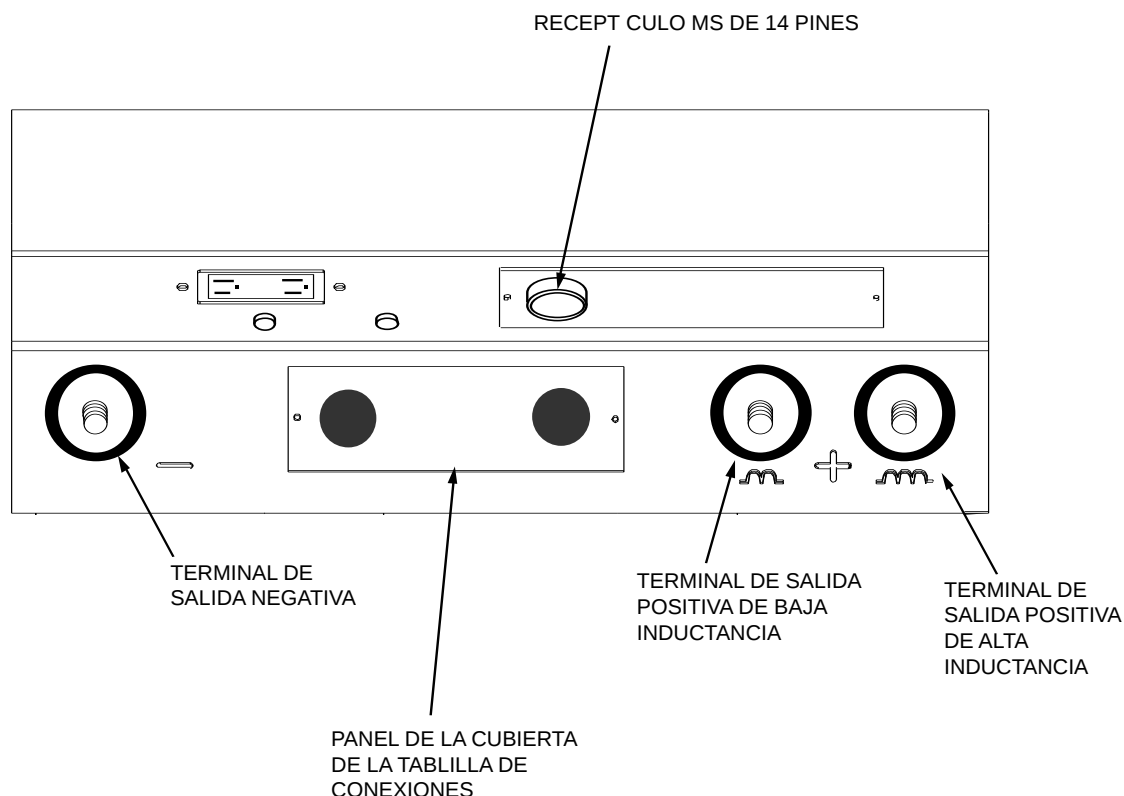

FIGURA A.3 Conexiones de Salida
Las terminales de salida se localizan en la parte inferior frontal de la soldadora, detrás de la puerta con bisagras. Consulte la figura A.3. Enrute los cables de soldadura a través de los anclajes ranurados de la base de las terminales de soldadura.
3. Remueva el panel de cubierta de acceso de la tablilla de conexiones en el frente del gabinete inferior. Para la ubicación, consulte la figura A.3.
3. Remueva el panel de cubierta de acceso de la tablilla de conexiones en la parte inferior delantera del gabinete. Para la ubicación, consulte la figura A.3.
Las tablillas de conexiones están disponibles detrás del panel de cubierta al frente del gabinete inferior para conectar los cables de control del alimentador de alambre que no tienen un conector tipo MS de 14 Pines. Para la ubicación de este panel de cubierta, consulte la figura A.3. Estas terminales alimentan las conexiones como se muestra en las siguientes tablas de Tablillas de Conexiones. Para la capacidad nominal del interruptor automático en el circuito de 115 VCA, vea la Tabla de Potencia Auxiliar. Remueva el tapón de la cubierta de la tablilla de conexiones, e instale una abrazadera de anclaje apropiada para el cable que se está utilizando. NOTA: Existen dos puntos de conexión de cables de sensación de trabajo en la tablilla de conexiones. Conecte el cable de sensación de trabajo #21 del conector de 14 pines y el cable #21 del cable de control a “-21” cuando se suelde con polaridad positiva o a “+21” cuando se trate de polaridad negativa..